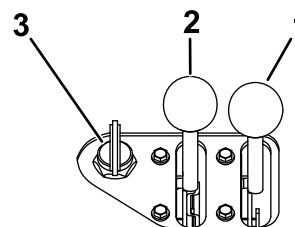

Figura 19
1. Portate la leva dell'acceleratore al centro tra le posizioni di MINIMA e MASSIMA (Figura 19).
- A. Spostate la leva dello starter in posizione di ACCENSIONE (Figura 19).
- B. Ruotate la chiave in posizione di ACCENSIONE (Figura 19). Rilasciate la chiave quando il motore si avvia.
- C. Spostate gradualmente lo starter in posizione di SPEGNIMENTO (Figura 19). Se il motore si ferma o esita, riavviate lo starter finché il motore non si sarà scaldato.
3. Per i motori Kohler, girate la chiave in posizione di ACCENSIONE (Figura 19). Rilasciate la chiave quando il motore si avvia.
4. Spostate la leva dell'acceleratore nella posizione desiderata (Figura 19).
2. Spostate la leva dell'acceleratore in posizione di MINIMA (Figura 19).